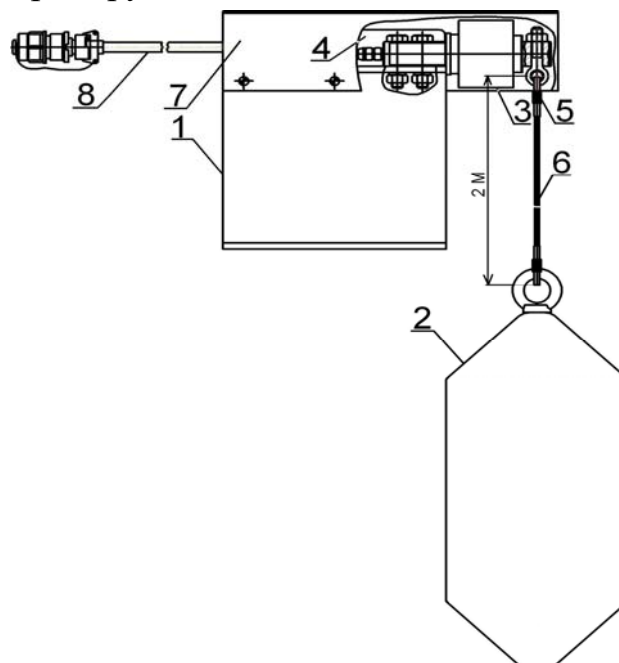

Рис.1 Внешний вид датчика.
4.1. Датчик состоит из следующих элементов (рис.1):